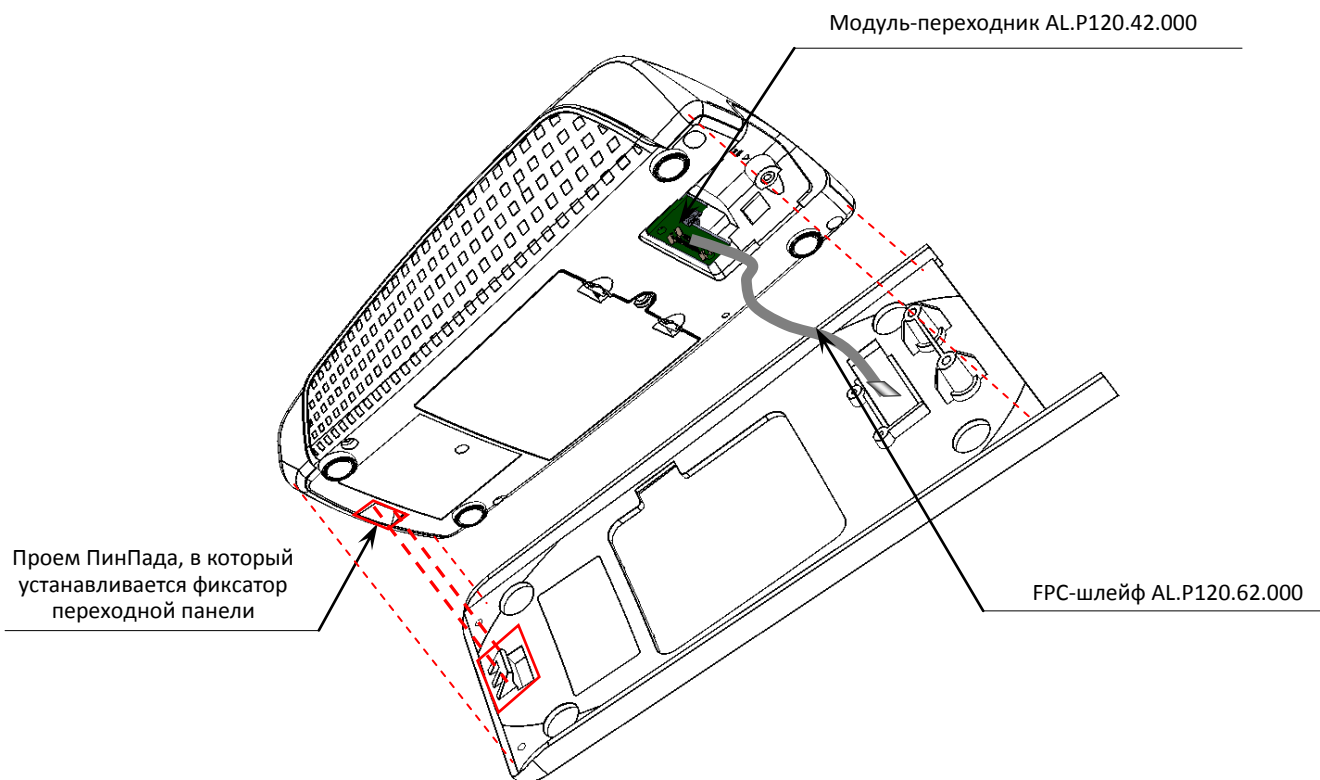

Рисунок 14. Отделение переходной панели AL.P120.01.002 от ПинПада
4. Аккуратно совместить ПинПад с переходной панелью, при этом фиксатор переходной панели должен быть установлен в проем ПинПада – ПинПад должен быть плотно совмещаться с переходной панелью (смотрите рисунок 14).